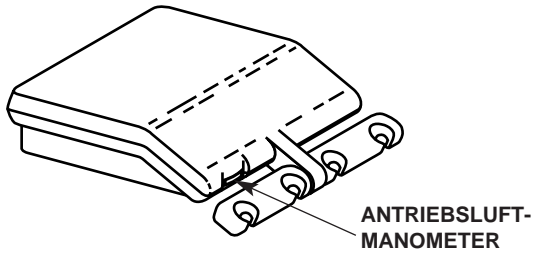

Bild 4. Antriebsluft-Manometer
Das Antriebsluft-Manometer (siehe Bild 4) zeigt den Antriebsluftdruck für das aktive Handstück in kg/cm^2 (oder psi) an.
2. Sehen Sie sich an, wo sich das Antriebsluft-Manometer an der Vorderseite des Gerätekopfes (siehe Bild 4 auf Seite 4) befindet.